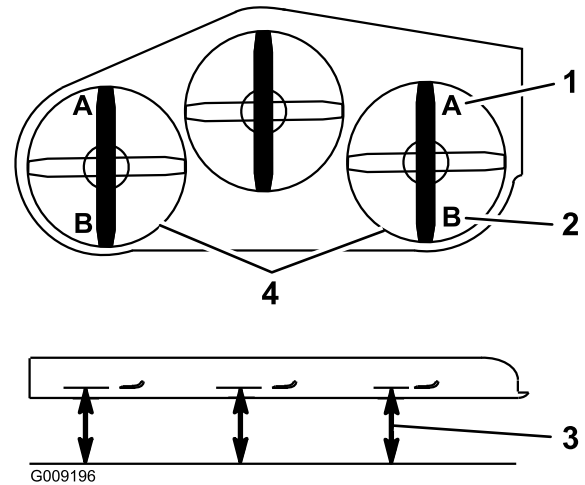

Figure 113
- De chaque côté du tablier de coupe, mesurez la distance entre la surface plane et la pointe avant de la lame (position A), comme montré à la Figure 113.
15. De chaque côté du tablier de coupe, mesurez la distance entre la surface plane et la pointe arrière de la lame (position B), comme montré à la Figure 113.